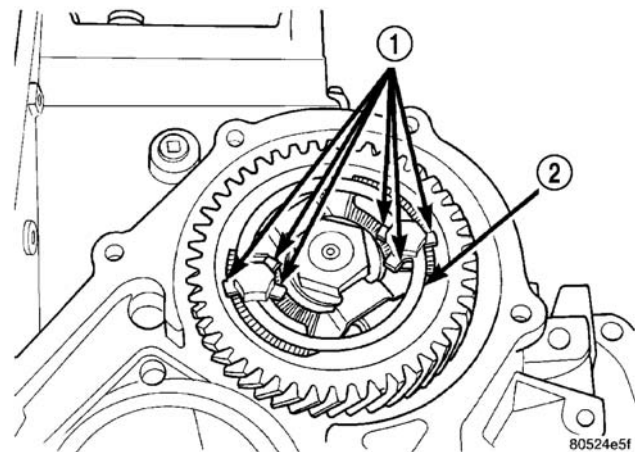

图 238 展平固定带凸片
- （1）用一个合适的冲头，使弯曲的固定带凸片展平以便螺栓拆卸（图 238）。